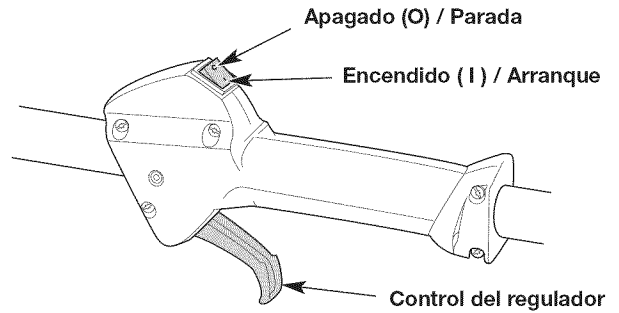

Fig. 3
**NOTA:** No hay necesidad de encender la unidad. El interruptor de Encendido/Apagado debe estar en la posición ENCENDIDO (I) en todo momento (Fig. 3).
6. Apriete el control del regulador (Fig. 3) y tire de la cuerda **5 veces** con movimiento regulado y firme (Fig. 5).
2. Oprima y no suelte el interruptor de control de Encendido y Apagado en la posición APAGADO (O) hasta que el motor se detenga por completo (Fig. 3).